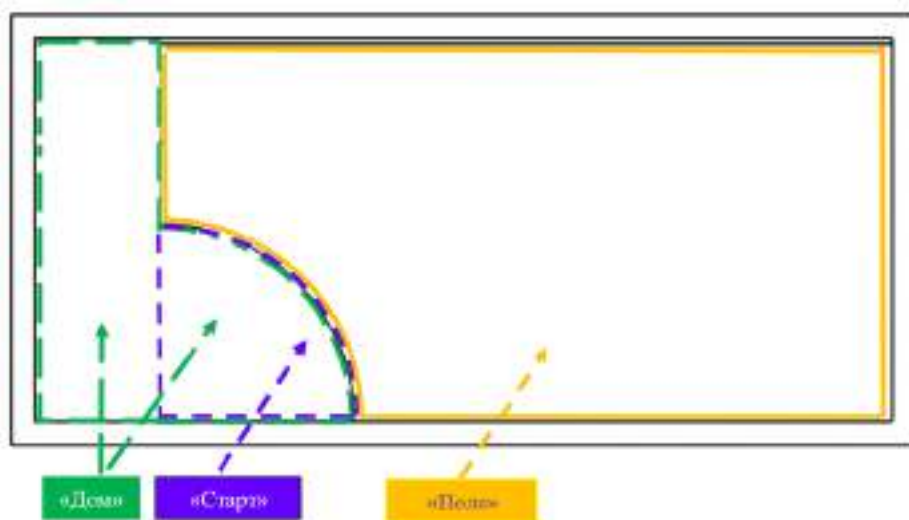

Рис. 2
2. Выбрав стратегию выполнения миссий, команда запускает своего робота из зоны «Старт» (см. рис. 2), после чего он перемещается по полю, стараясь выполнить миссии.
На соревновательном столе имеются визуально различимые 3 зоны (рис. 2):